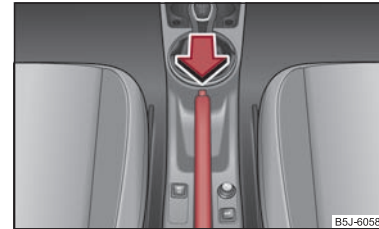

Abb. 93 Mittelkonsole: Handbremse
- Ziehen Sie den Handbremshebel etwas hoch und drücken Sie **gleichzeitig** den Sperrknopf ⇒ Abb. 93 hinein.